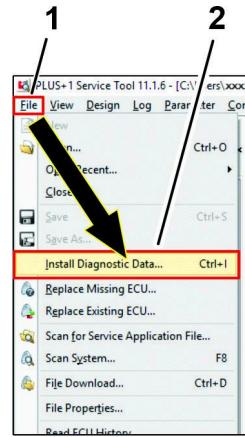

図 41
2. ファイルアイコンをクリックし、ドロップダウンリストで診断データのインストール...アイコン (図 41) をクリックする。